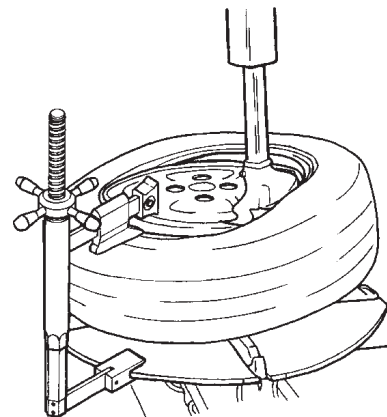

Fig. 4.2-4
**C.** Monter le talon supérieur de la même façon. Monter le talon supérieur de la même façon. Pour les pneus taille basse, utiliser l'étau de montage en option (#EAA0247G11A Fig. 4.2-4).